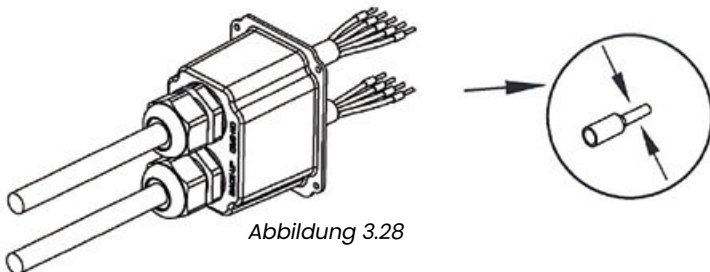

Abbildung 3.28
3. Setzen Sie die Kabelendhülsen nacheinander auf die abisolierten Adern und drücken Sie mit etwas Druck, um sie fest zu verschließen, wie in Abbildung 3.28 gezeigt: